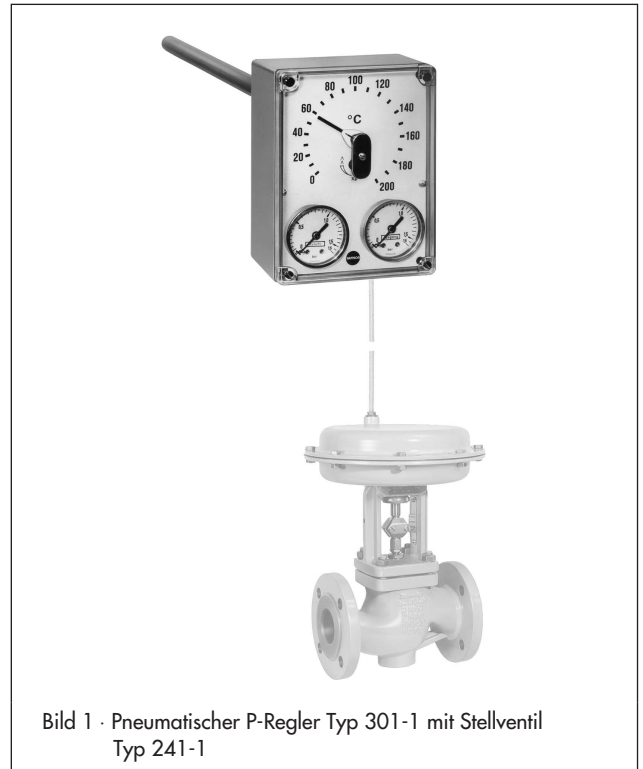

Bild 1 · Pneumatischer P-Regler Typ 301-1 mit Stellventil Typ 241-1
- Preisgünstige und servicefreundliche Regeleinrichtungen aus nur zwei Baueinheiten - Regler und Stellgerät - (vgl. Bild 1)